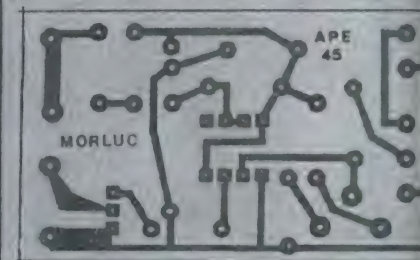

Fig. 2
- FIG. 2 - LAY OUT DA PLACA ESPECÍFICA DE CIRCUITO IMPRESSO - Em tamanho natural (escala 1:1), a figura mostra o padrão cobreado de ilhas e pistas, dispostos sobre a plaquinha de 5,9 x 3,5 cm. As partes vistas em negro correspondem às áreas cobreadas, como é convencional... O que estiver em branco refere-se às áreas livres da película cobreada...